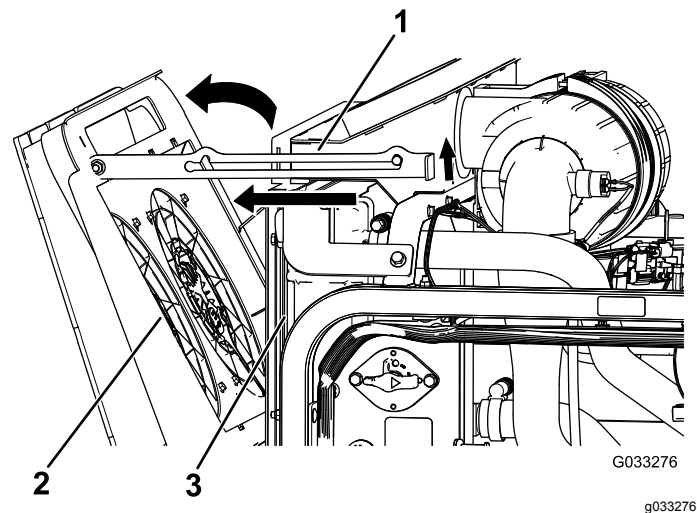

Figura 114
2. Rode as ventoinhas de refrigeração do motor para trás do radiador e fixe a barra de apoio no entalhe (Figura 114).